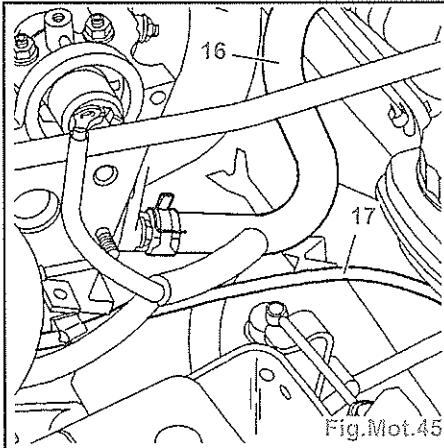
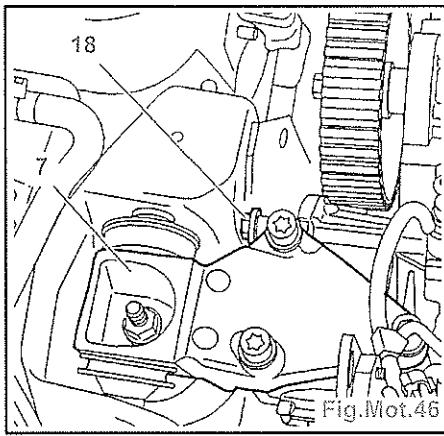

Fig.Mot.45
Fig.Mot.46
- Ecartez légèrement le boîtier de sortie d'eau (14).
- Désaccoupler la durit (16) (Fig.Mot.45).
- Ecartez le tube (17).
- Reposer le support moteur droit (7) (Fig.Mot.46).
- Desserrer la vis (18) et la mettre en contact sur le passage de roue.